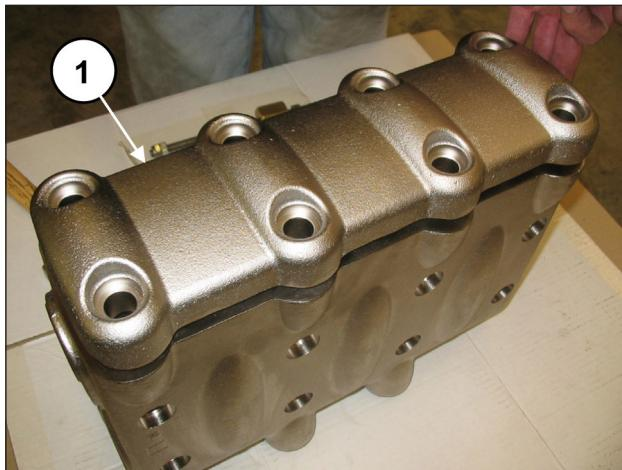
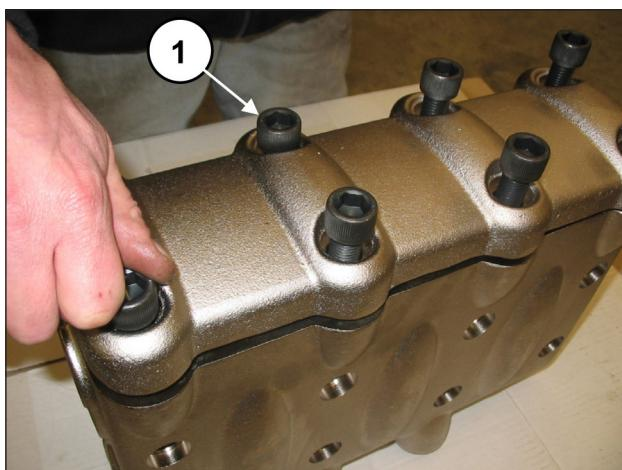

图 115
图 116
阀组和阀塞的安装结束后, 盖上阀盖(①, 图 115)并拧紧8个M16x55螺栓(①, 图 116)。